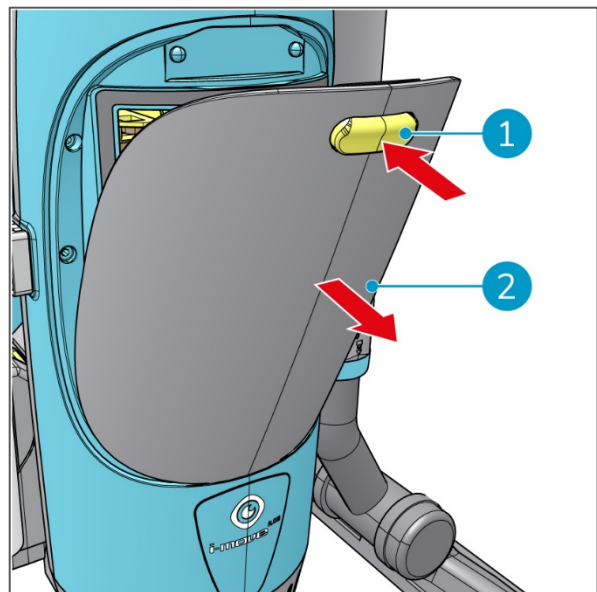

Figura 21
2. Premere il pulsante giallo (Figura 21, pos 1) per sbloccare il portello.
3. Rimuovere il portello (Figura 21, pos 2).
7. Sostituire il portello (Figura 21, pos 2).